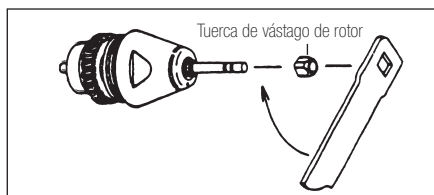

Fig.15
- 3) Finalmente coloque la tuerca del vástago del rotor sobre la fresa de prueba y apriétela firmemente con una llave mientras sujeta el rotor (Fig.15).